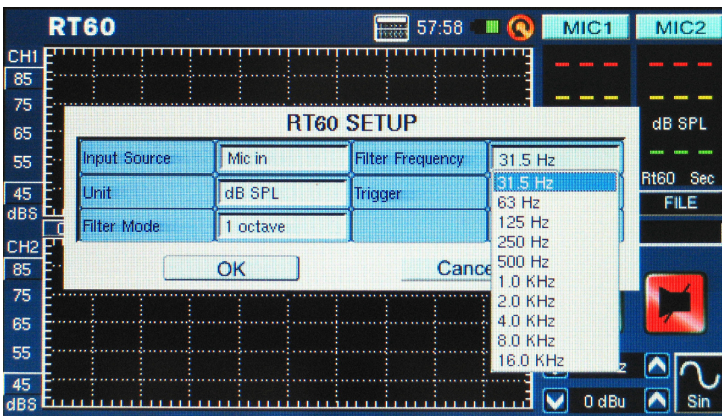

figura 65
11. Filter Mode/Frequency (Modo de Filtro/Frecuencia) (figura 65) – En la función RT60, este ajuste permite que los usuarios seleccionen una de las frecuencias preseleccionadas para calcular sus mediciones RT60. Incluso después de realizar un cálculo RT60 bajo modo del filtro de frecuencia 'plana', los usuarios pueden ingresar al menú de configuraciones para agregar filtro de 1 octava en 31.5 Hz, 63 Hz, 125 Hz, 250 Hz, 500 Hz, 1.0 kHz, 2.0 kHz, 4.0 kHz, 8.0 kHz o 16.0 kHz para ver los resultados del tiempo de reverberación bajo estas frecuencias.